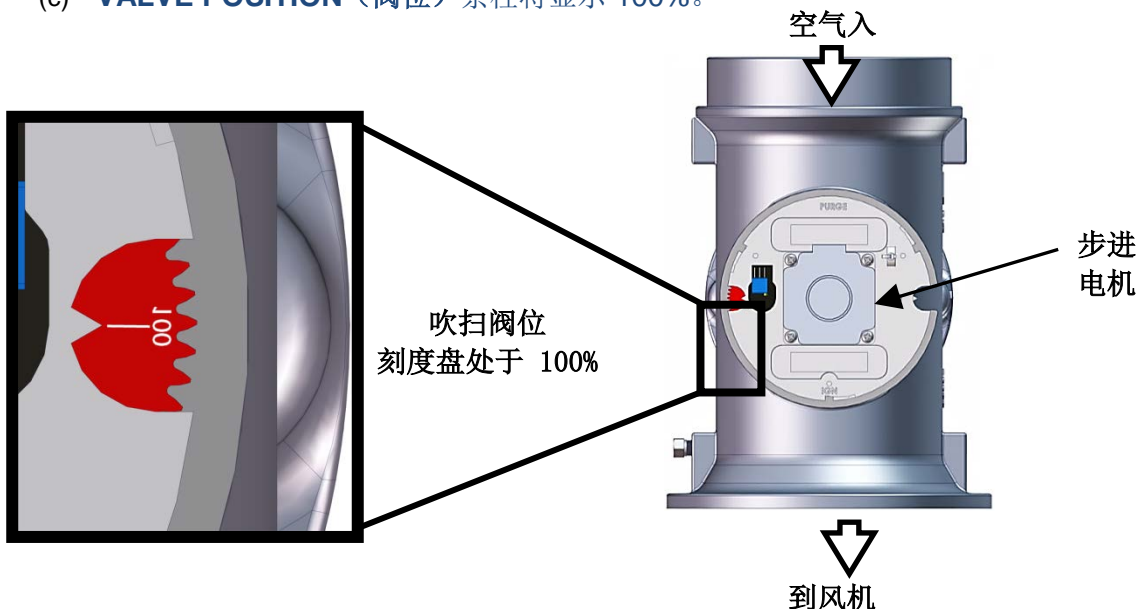

图 3-4. 吹扫位置的空气/燃料阀
- (b) 空气/燃料阀将旋转 to 全开吹扫位置，并且关闭吹扫位置开关。空气/燃料阀 (图 3-4) 的刻度盘将显示 **100**，表示它已全开 (100%)。